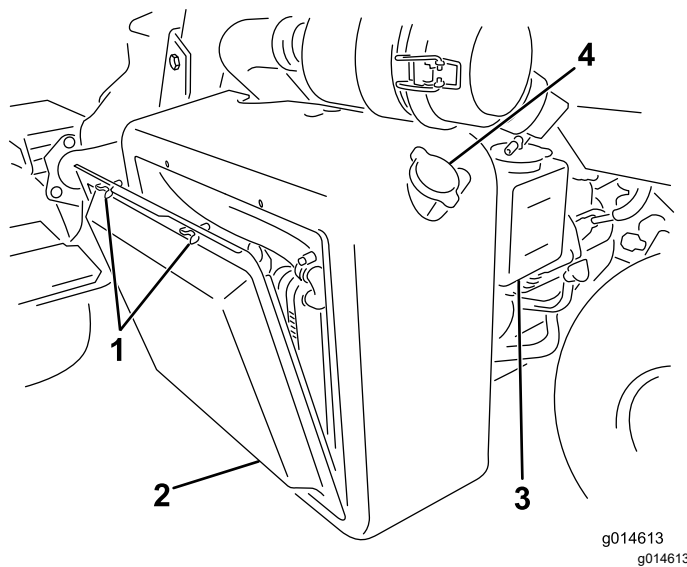
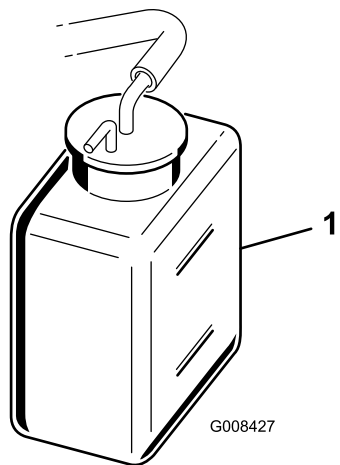

図 41
図 42
1. ラジエーターのスクリーンを外す 図 41。
2. 冷却液の量を点検する 図 41と 図 42。